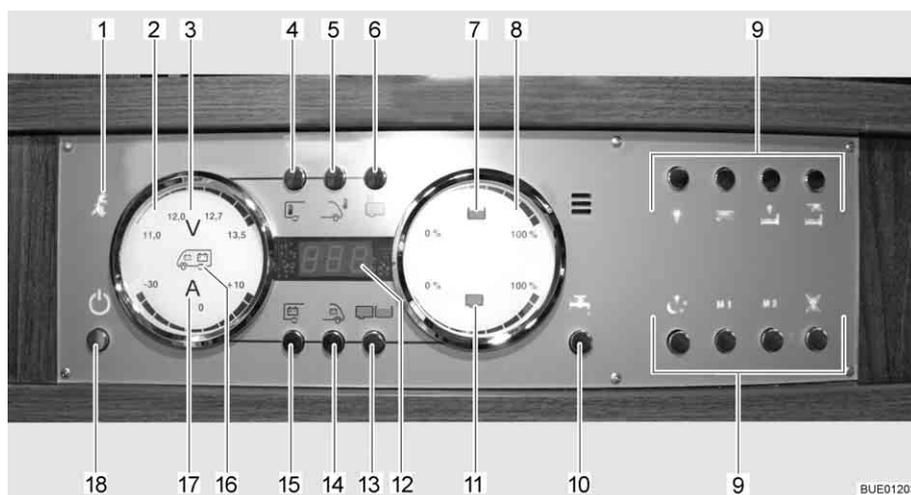

Fig. 136 Painel de controlo LT 510
A luz piloto amarela de 230 V (Fig. 136,1) acende-se, quando à entrada da central elétrica existe tensão de rede.
O interruptor principal de 12 V (Fig. 136,18) liga e desliga o painel de controlo e a alimentação de 12 V do habitáculo.
- Prima por breves instantes a tecla da alimentação de 12 V (Fig. 136,18). É ligada a alimentação de 12 V do habitáculo. A indicação de controlo "12 V" acende-se.
- ▷ Quando depois da ligação, o LED "11,0" da indicação da voltagem assim como o símbolo Volt "V" (Fig. 136,3) ficam a piscar no indicador das baterias (Fig. 136,2), então é porque a tensão da bateria do habitáculo está baixa. Carregue a bateria.
- ▷ Quando depois da ligação a indicação de controlo "12 V" e o símbolo Volt "V" (Fig. 136,3) piscam três vezes, então é porque está ativada a separação da bateria. Desative a separação da bateria.
- Prima por breves instantes a tecla da alimentação de 12 V (Fig. 136,18). É desligada a alimentação de 12 V do habitáculo. A indicação de controlo "Alimentação de 12 V" apaga-se.
- Prima a tecla da bateria do habitáculo (Fig. 136,15) e mantenha-a premida durante aprox. 10 segundos. O símbolo Volt "V" (Fig. 136,3) e a indicação de controlo "12 V" piscam três vezes. A bateria do habitáculo fica desligada da rede elétrica de 12 V.
- Prima a tecla da alimentação de 12 V (Fig. 136,18) e mantenha-a premida durante aprox. 5 segundos. O símbolo Volt "V" (Fig. 136,3) e a indicação de controlo "12 V" piscam três vezes. A bateria do habitáculo está ligada à rede elétrica de 12 V. A indicação de controlo acende-se passados aprox. 5 segundos.
- Prima a tecla Bateria do habitáculo (Fig. 136,15). O símbolo Volt "V" (Fig. 136,3) acende-se. O símbolo de Ampère "A" (Fig. 136,17) acende-se com luz branca ou vermelha de acordo com o nível de carga ou de descarga. A tensão da bateria e a corrente da bateria do habitáculo são indicadas através dos LEDs no indicador.
- Prima a tecla Bateria de arranque (Fig. 136,14). O símbolo Volt "V" (Fig. 136,3) acende-se. A tensão da bateria de arranque é indicada através dos LEDs no indicador.
Indicar: ■ Prima a tecla Reservatórios (Fig. 136,13). Os símbolos do reservatório de água (Fig. 136,7) e do reservatório de águas residuais (Fig. 136,11) acendem-se. Os níveis de enchimento do reservatório de água (escala superior) e o do reservatório de águas residuais (escala inferior) são indicados por meio de LEDs no indicador.
O símbolo Reservatório de água (Fig. 136,7) ou o símbolo Reservatório de águas residuais (Fig. 136,11) pisca, quando o reservatório de água está vazio, ou o de águas residuais está cheio.